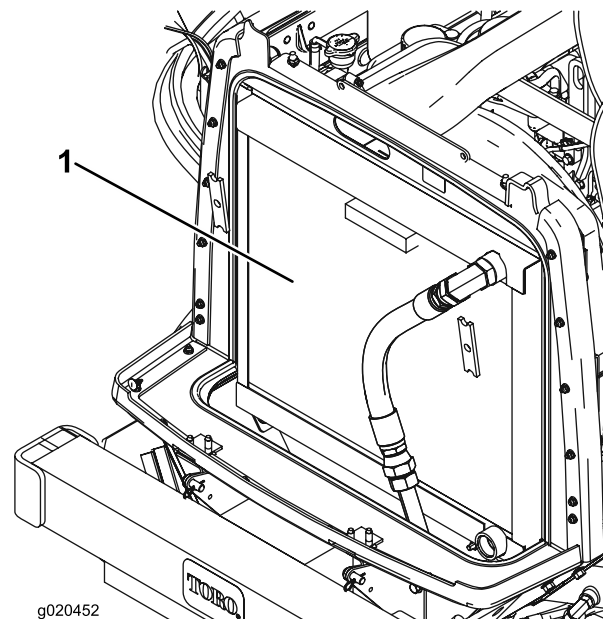

Figura 68
3. Pulite accuratamente entrambi i lati dell'area del refrigeratore dell'olio e del radiatore utilizzando aria compressa (Figura 68).